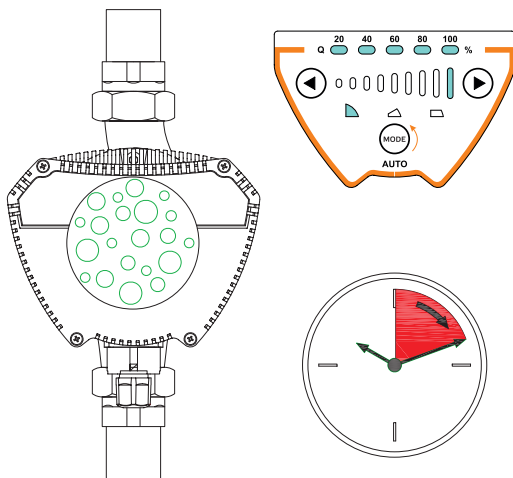
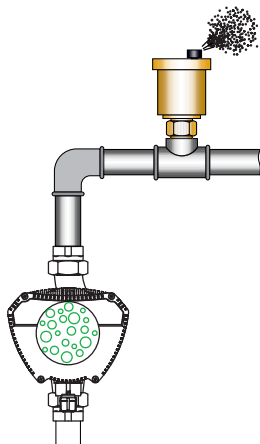

Рис.21 Удаление воздуха из насоса
Рис.22 Удаление воздуха из системы отопления
10.1.2. Для быстрого удаления воздуха из насоса переведите его на короткое время (в зависимости от типа и размеров системы) в режим с постоянной максимальной скоростью ПС(9) (Рис.21). Воздух из системы удаляется при помощи автоматического клапана, установленного в верхней точке системы отопления (Рис.22).